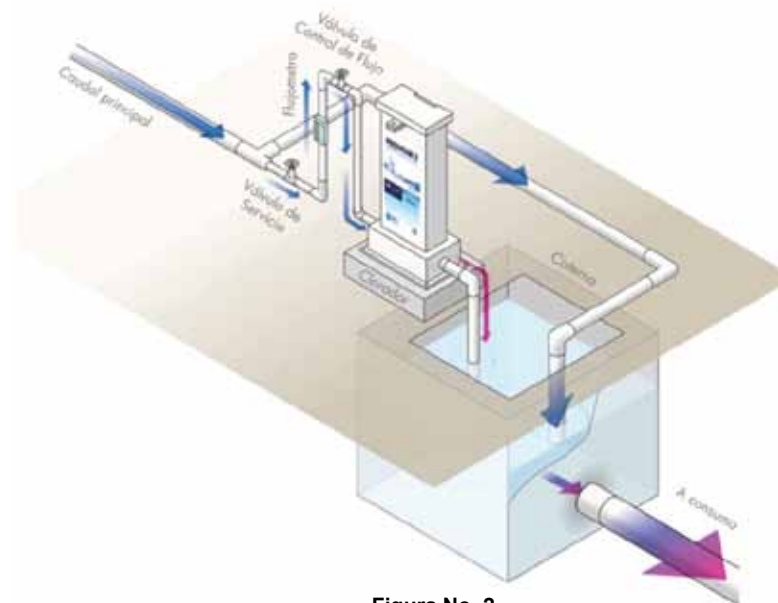

Figura No. 2
La instalación por gravedad se ilustra en la figura No. 2.
3. Coloque una "T" para la derivación de agua como se muestra en la figura No. 2.
6. Colocar en esta línea de derivación un medidor de flujo (flujómetro) y una válvula de compuerta para control de flujo tal y como se muestra en la figura No. 2. El flujómetro puede ser en línea o bien de inserción a la tubería según sea adecuado para la instalación. Deje la válvula de compuerta cerrada durante la instalación.